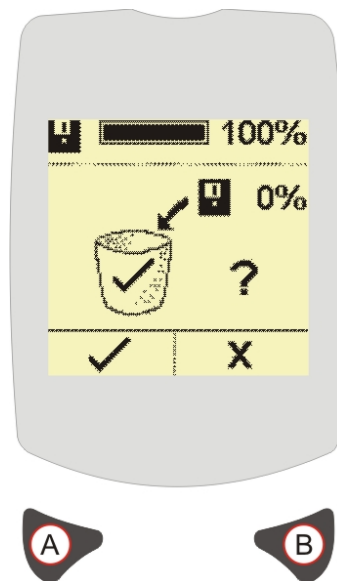

Abbildung 11 Speicher löschen-Anzeige
Zuerst drücken Sie die rechte Taste (B), falls Sie die Daten im Speicher löschen möchten. Danach drücken Sie die linke Taste (A), um das Löschen zu bestätigen, siehe Abbildung 11. Wenn die Daten im Speicher gelöscht wurden, zeigt die Anzeige 0% an und geht automatisch auf die Uhrzeit- und Datumsanzeige zurück.